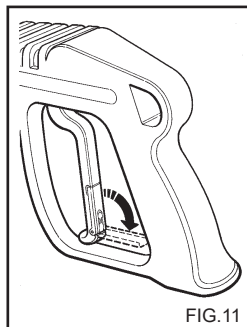

FIG.11
- Wanneer de hogedrukwaterspuit niet wordt gebruikt, de beveiliging van de handgreep sluiten. (fig.11)